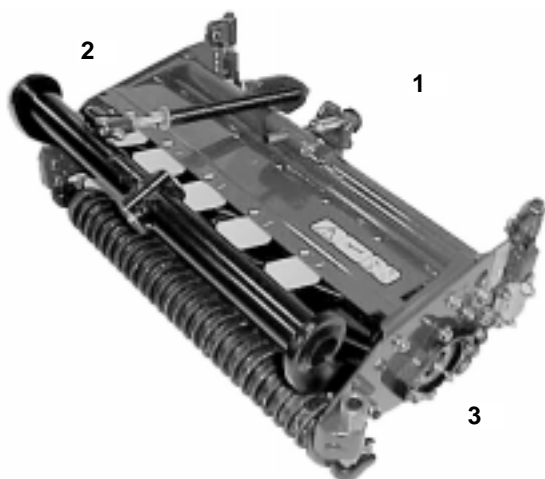

Fig. 2
**MERK:** Høyre og venstre ende av klippeenheten betyr når du står med bakre valse foran deg (fig. 2).